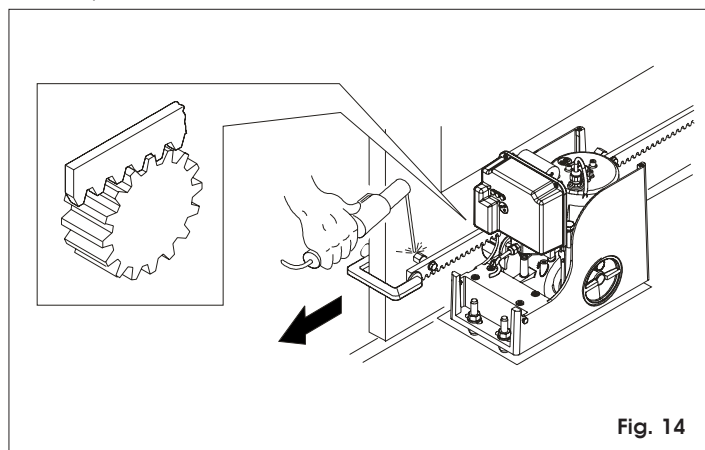

Fig. 14
- 3) Apoye sobre el piñón la primera pieza de cremallera a nivel y suelde el trinquete roscado en la cancela como se indica en la Fig. 14.